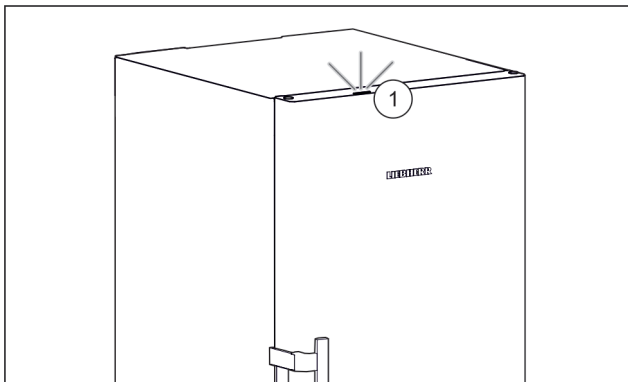

Fig. 27 Aktívne stavové svetlo pri zatvorených dverách
- ▷ Stavové svetlo Fig. 27 (1) je aktivované.